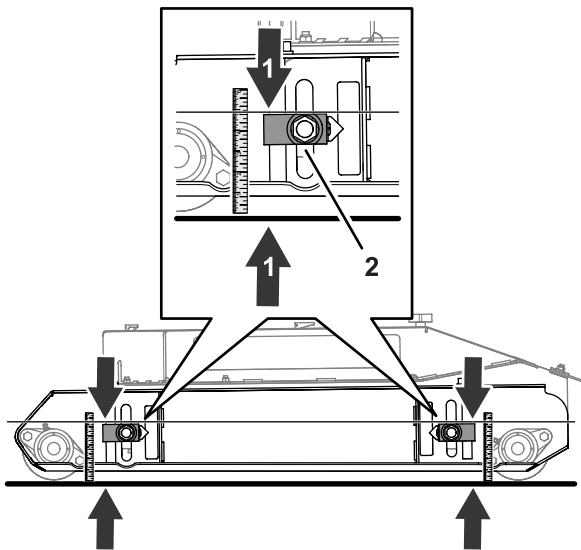

Рисунок 79
- Ослабьте гайки крепления блока регулировки высоты скашивания (Рисунок 79).
- Перемещайте регулятор высоты скашивания вверх или вниз, пока результат измерения между верхней частью блока регулятора и землей не станет равным 124 мм (Рисунок 79).